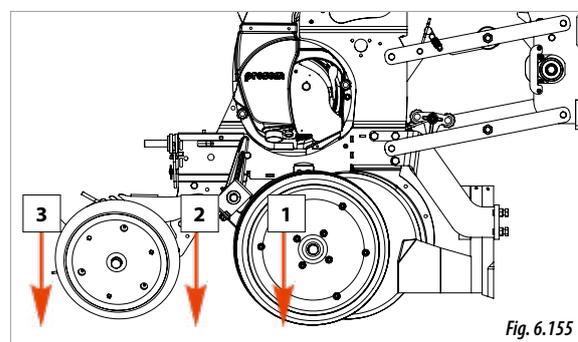

Fig. 6.155
Les **MICROGRANULÉS** sont déposés avec les semences (1, Fig. 6.155).
- SEMI-SUPERFICIEL (2, Fig. 6.155).
- SUPERFICIEL (3, Fig. 6.155).